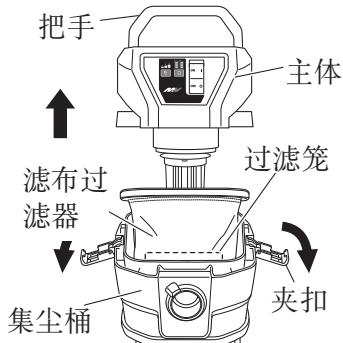

图 12
(1) 拆下两个夹子，用手柄拉起头部并将其从集尘桶中取出。（见图 12）
(1) 拆下两个夹子，用手柄拉起头部并将其从集尘桶中取出。(见图 12)
(2) 安装過滤器
(1) 拆下两个夹子, 用手柄拉起头部并将其从集尘桶中取出。(见第 16 页的图 12)
(2) 轻轻敲几下滤布过滤器的内侧, 去除附着在滤布过滤器上的灰尘。